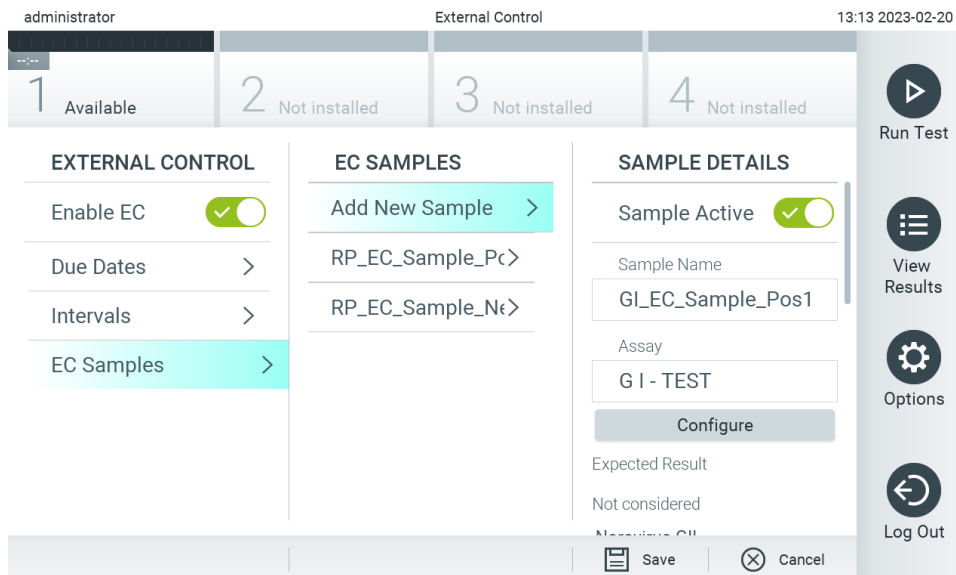

**Abbildung 77.** Bildschirm External Control (External Controls) mit Intervals (Intervalle).
8. Wählen Sie **Intervals** (Intervalle) und dann einen Assay aus der Liste, um anschließend das Intervall einzustellen. Nach Ablauf des Intervalls wird eine Erinnerung angezeigt, um Benutzer darauf hinzuweisen, dass ein externer Kontrolltest für den ausgewählten Assay durchgeführt werden muss (Abbildung 77).